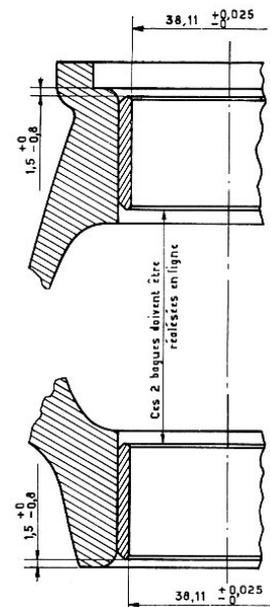

Fig. 10
- 2° A l'aide d'une presse et de l'emmanchoir indiqué à la figure 5 de l'Opération M 7, poser les bagues neuves dans le carter en tenant compte des cotes de pénétration indiquées à la figure 10.